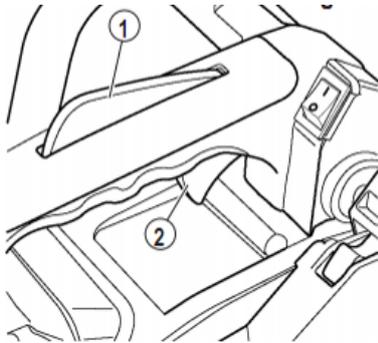

Fig.27
- 9) Presser avec la paume de la main le levier de blocage de l'accélérateur (fig.27 part. 1) et appuyer ensuite sur le levier de l'accélérateur (fig. 27part 2); ainsi, « L'AVANCE DE L'ACCÉLÉRATEUR » se désactive, la vitesse du moteur descend jusqu'au ralenti.
- 2) Mettez l'interrupteur marche-arrêt en position « O » (position arrêt) pour couper le moteur. (Fig.27)